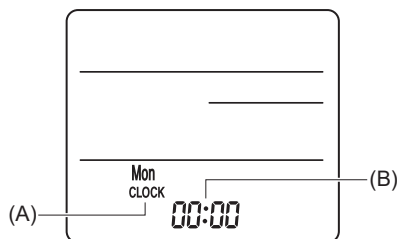

Fig. 6-9
3) Réglage (Réglage de l'horloge) (Fig. 6-9)